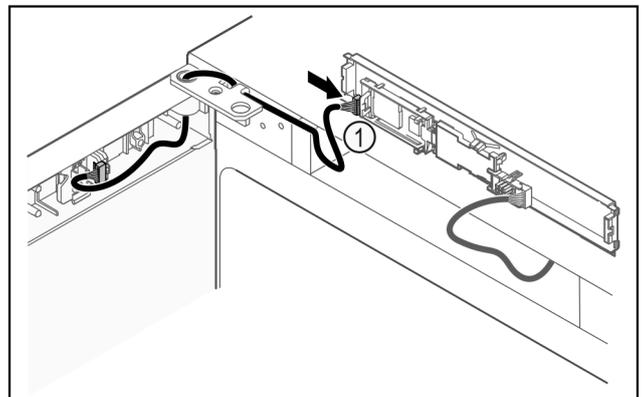

Fig. 47
- uStecker Fig. 47 (1) an Platine anstecken.